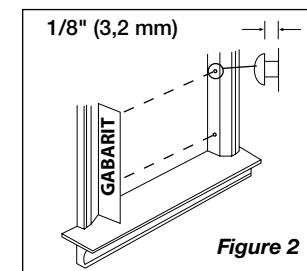

Figure 2
1. Marquez l'emplacement des vis sur les rebords intérieurs de la boiserie de fenêtre en utilisant le gabarit compris. (Figure 2)